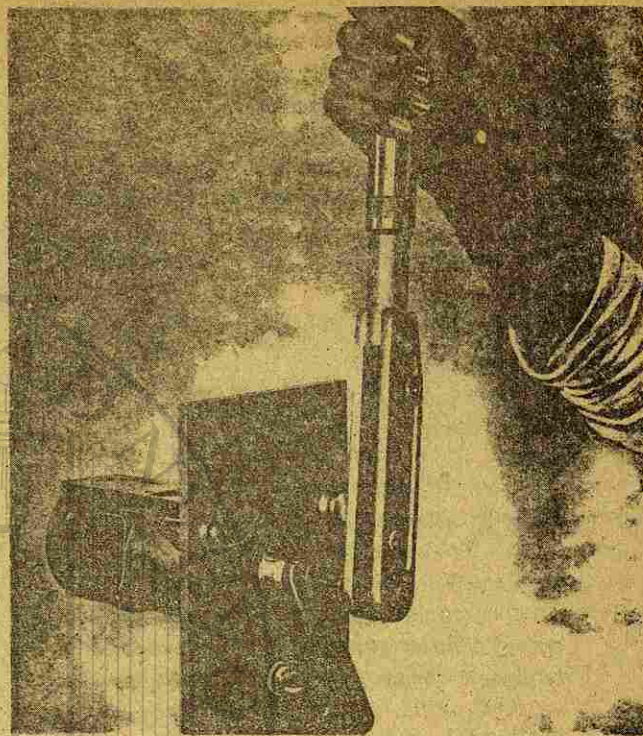

Fig. 33 Apriete o afloje del tornillo de sujeción del buje de transmisión
- 26. Sujete el buje de transmisión con la herramienta 7144/773. Afloje y quite el tornillo de sujeción del buje, la arandela de apoyo y la arandela de resorte, utilizando la herramienta 7144/261 (Fig. 33).
1. Quite el tornillo de sujeción del buje de transmisión (Fig. 33) utilizando las herramientas 7144/773 y 7144/261. Quite la arandela de resorte y la arandela de apoyo.
11. Sujete el buje de transmisión con la herramienta 7144/773 y utilizando el adaptador 7144/261 y una llave de torsión standard, apriete el tornillo de sujeción del buje al valor de torsión correspondiente. (Fig. 33).